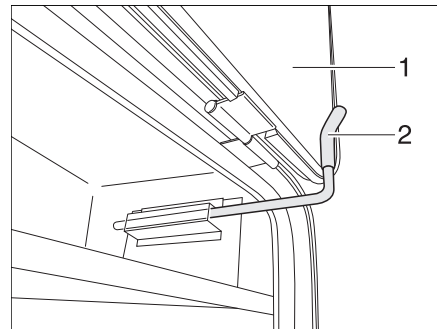

Bild 53 Säkringshake utvändig lucka, fästposition
- Öppna den utvändiga luckan (Bild 53,1) och fäll den uppåt mot fordonets vägg.
- Vrid säkringshaken (Bild 53,2) uppåt och kila fast utvändiga luckan (Bild 53,1) bakom den.
- Dra i säkringshaken (Bild 53,2) och vrid den neråt.